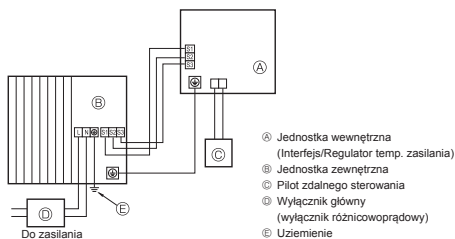

Fig. 8-1
8.1. Jednostka zewnętrzna (Fig. 8-1 i 8-2)
- Podłączyć przewody zgodnie z Fig. 8-1 i 8-2.